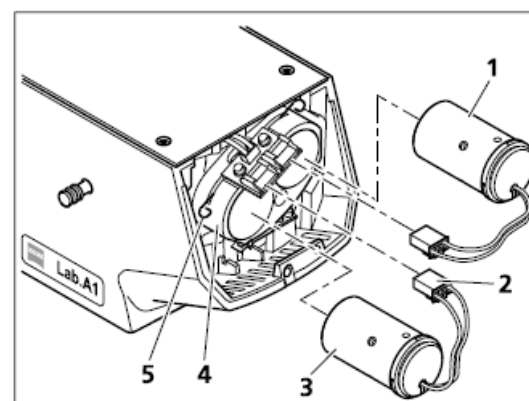

图. 3-25 安装 LED 模块
- I 向上掰开弹簧夹,将新的 LED 模块(图 3-25/5)放入位置中直至卡住位置.松开弹簧夹,使其卡住 LED 模块.
- I 将 LED 模块的连接线(图 3-25/2)接入接线口.并卡紧
- I 使用推拉杆将另一个 LED 换入光路,同样的方法开始安装或更换第二个 LED 模块(图 3-25/1)